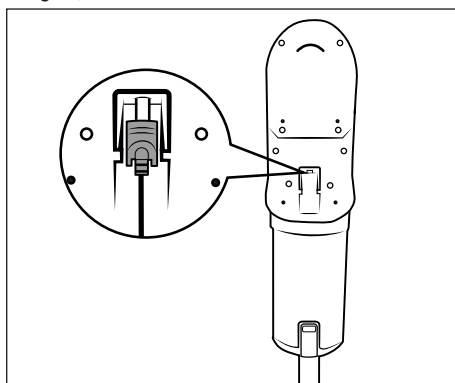

Fig. 8
- La aspiradora también puede cargarse directamente a través del adaptador de red 10. Para ello, extraiga el conector coaxial 11 del soporte mural 18 con un leve giro e insértelo en la conexión de carga 3 del aparato (consulte la fig. 8).